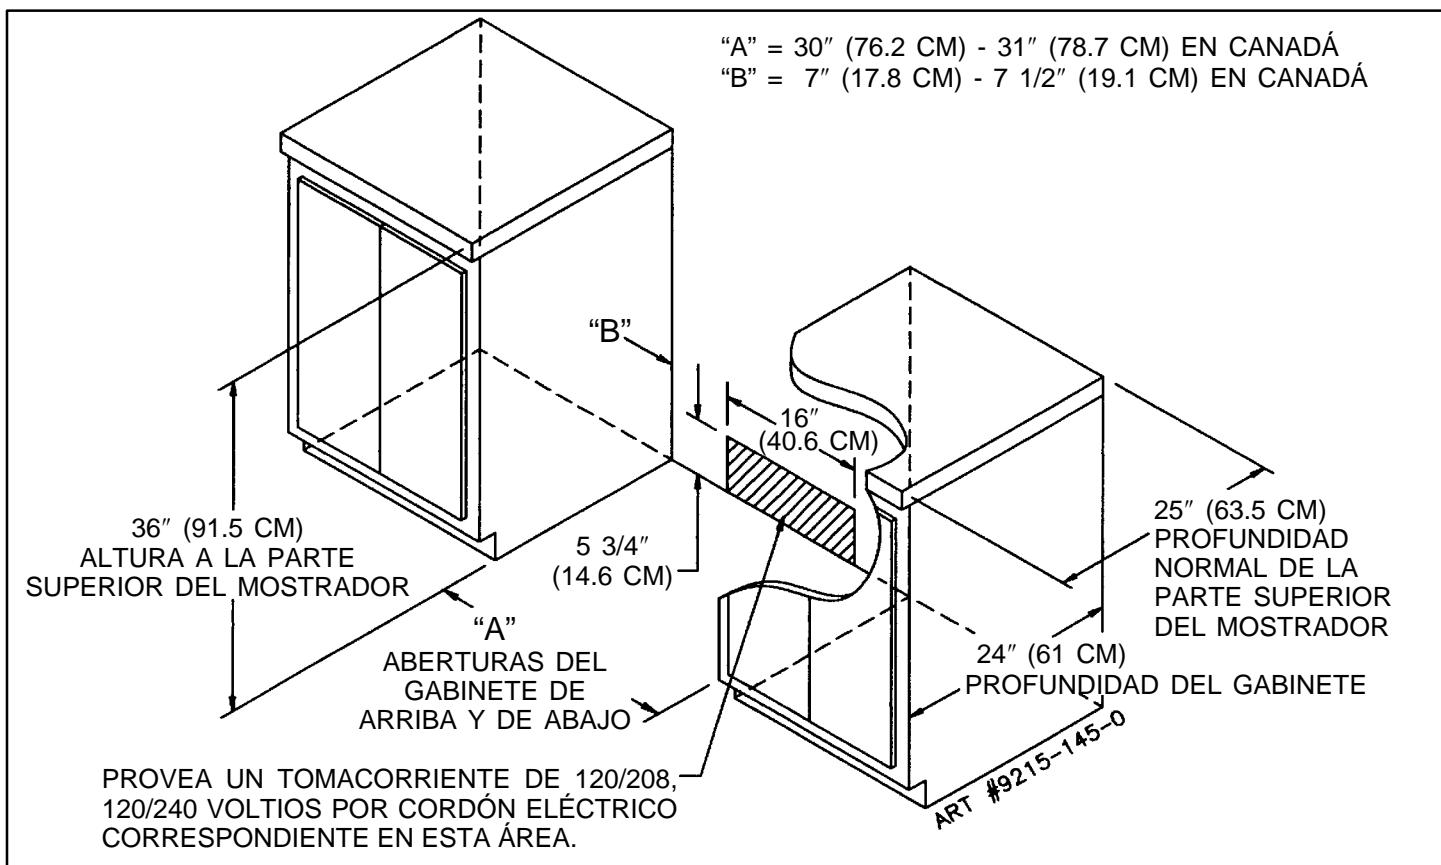

FIGURA 2
1. En una ferretería pueden obtenerse los tornillos adecuados para las construcciones de concreto. Taladre un agujero del tamaño necesario para los tornillos obtenidos, en el concreto en el centro de los orificios que se identifican en la figura 2 como "ORIFICIOS PARA EL PISO". Asegure el soporte al piso. Continúe con el PASO 3.
Este modelo se embarcó directamente de fábrica con el cordón de servicio (cable flexible de conexión). No es necesario hacer ninguna conexión en la estufa. Sencillamente conéctela en el tomacorriente de la estufa. Vea la figura 2 en la página 9 para saber la ubicación del tomacorriente.